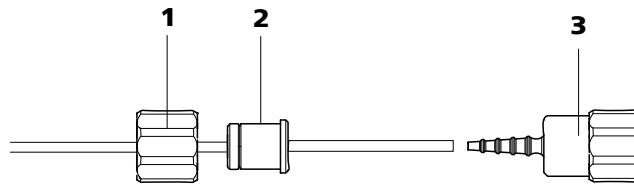

Figura 27 Instalación de una conexión de tubo de bomba sin filtro
- **Caso B:** una conexión de tubo de bomba **sin filtro** 6.2744.160 (véase Figura 27, página 47).